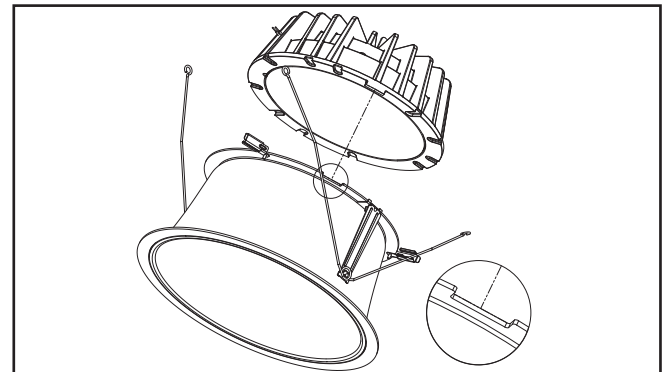

Figura 35
4. Inserte el motor LED en la unidad de la moldura. Alinee el poste en el motor LED con la ranura de la unidad de la moldura (Figura 35).